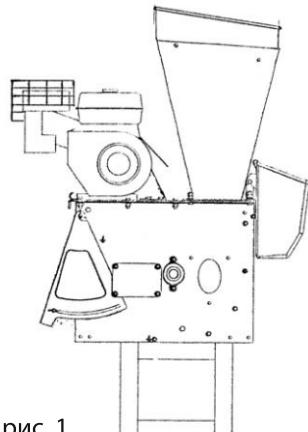

рис. 1.
**1.** Достаньте агрегат из упаковки и установите на устойчивую деревянную подставку, см. рис. 1.